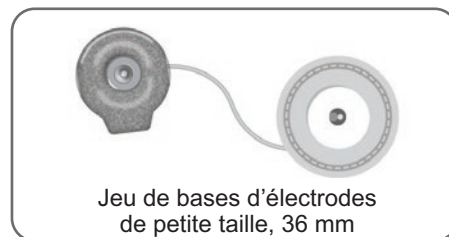

Figure 6-7 : Bases d'électrodes compatibles avec la petite jambière
**La base d'électrode suivante est utilisée avec la petite jambière : (reportez-vous à la figure 6-7)**